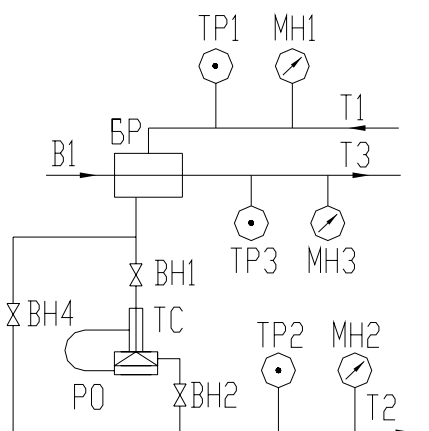

Рисунок 4
5.7.2. Рисунок 4. Установка регулятора в системе закрытого водоснабжения. С увеличением температуры отработавшего теплоносителя уменьшается расход теплоносителя – горячей воды. Температура ГВС остается постоянной.